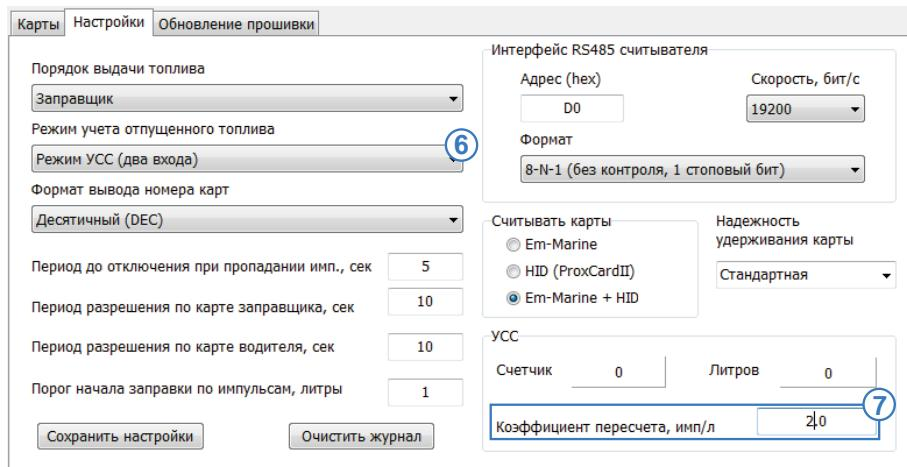

Рис.13. Настройка режима учета отпущенного топлива.
6. Режим учета отпущенного топлива – предусмотрены следующие режимы учета (Рис.13, п.6):
На дискретные входы устройства показания поступают в виде импульсов, пропорциональных объему топлива, пропущенного через УСС. Для пересчета импульсов в литры нужно задать коэффициент пересчета (Рис.13, п.7).